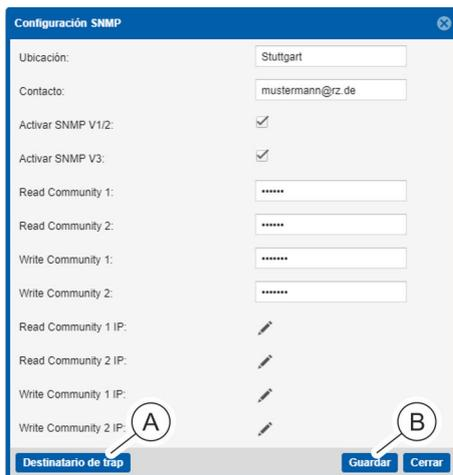

Fig. 141: Ventana "Configuración SNMP"
2. ➔ En la ventana "Configuración SNMP", haga clic en el botón "Destinatario de trap" (Fig. 141/Ⓐ).